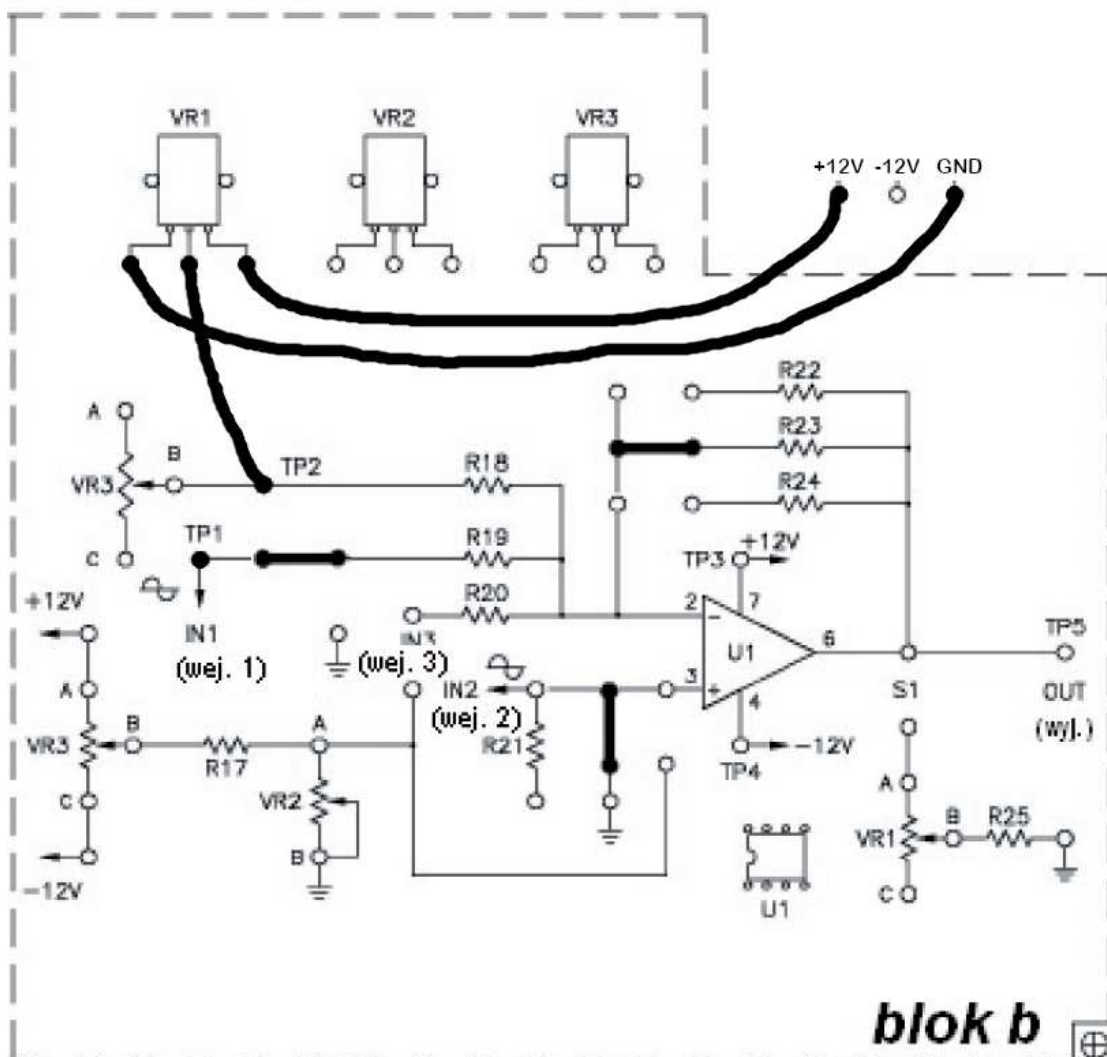

Rys. 3: Schemat montażowy (moduł KL-25006 blok b) – wzmacniacz jako wtórnik napięciowy [1]
1. Zestawić układ pomiarowy zgodnie z rys. 3. Układ zasilić napięciami stałym +12 V/-12 V.